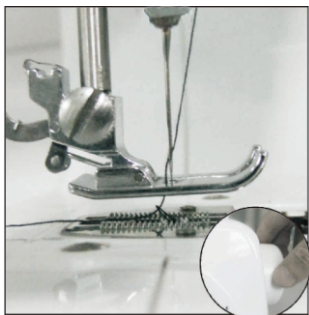

Fig.9
4. Håll i ändan på den övre tråden med en hand och sväng handhjulet moturs med den andra handen, tråden som är på nålen vill nu plocka med sig upp spoltråden under nålen (fig.9).